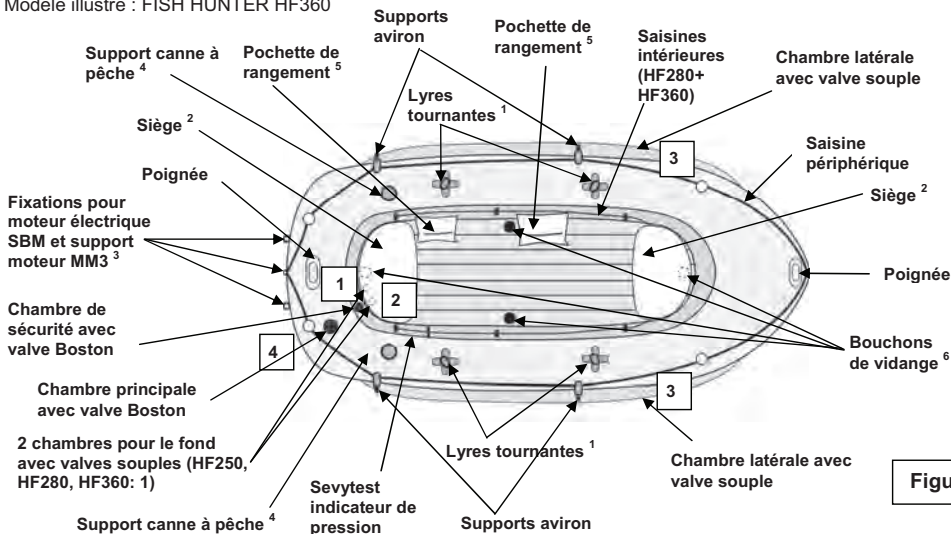

Figure 1
- a) Valve(s) Boston (figure ci-contre) : dévisser le capuchon de la valve (1), visser le corps de la valve (2) dans la base de la valve (3) ; veiller à ce que le capuchon reste accessible. Insérer l'extrémité du tuyau du gonfleur dans la valve et gonfler jusqu'à atteindre le niveau de pression recommandé (voir point 3). Après gonflage, fermer bien toutes les valves avec leur capuchon (dans le sens des aiguilles d'une montre). **N.B. : une légère fuite d'air avant la fermeture des valves avec leur capuchon est normale, seul le capuchon des valves assure l'ETANCHEITE.**
2. Gonfler le bateau selon l'ordre de gonflage indiqué sur la plaque d'immatriculation imprimée sur le bateau (voir également figure 1, la numérotation des valves).